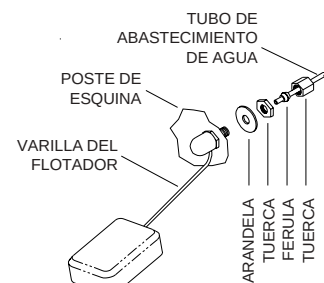

FIG. 5
- **Instale la válvula del flotador.** Instale la válvula en el agujero que se encuentra en el poste de esquina (fig. 5) y conecte el tubo de agua.
- **Llene la bandeja con agua.** Permita que se llene la bandeja con agua hasta una altura de una pulgada por debajo del borde superior de la bandeja y ajuste el flotador para que mantenga este nivel. Esto se puede lograr torciendo la varilla para arriba o para abajo (fig. 5).